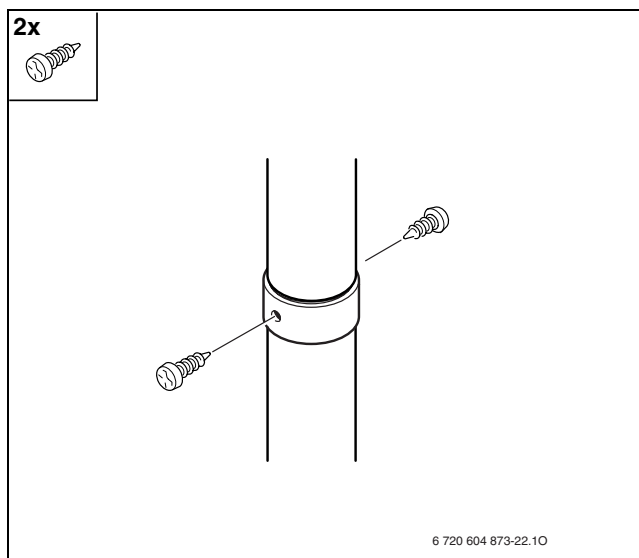

Рис. 4
- ▶ Скріпити з'єднання гвинтами, які прикладаються до комплекту поставки (Рис. 4).